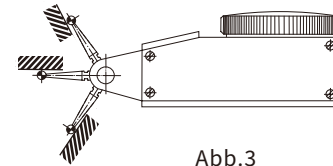

Abb.3
- Beim Messen sollte die Mittelachse der Tastereinsatzspitze parallel zur Oberfläche des Werkstücks liegen. Nur unter Beachtung dieser Regel kann ein genaues Messergebnis gewährleistet werden (Abb.3).